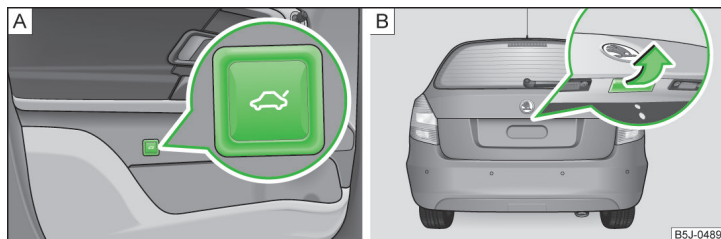

Fig. 35 Deschiderea capotei portbagajului / mânerul capotei portbagajului
▶ Apăsați tasta simbol din portiera șoferului » fig. 35 - **A** și ridicați capota portbagajului în sensul săgeții » fig. 35 - **B**.
▶ Apăsați pe mâner și ridicați capota portbagajului în sensul săgeții » fig. 35 - **B**.